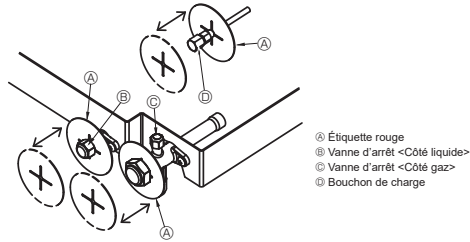

Fig. 4-8
4.6. Étiquettes rouges (Fig. 4-8)